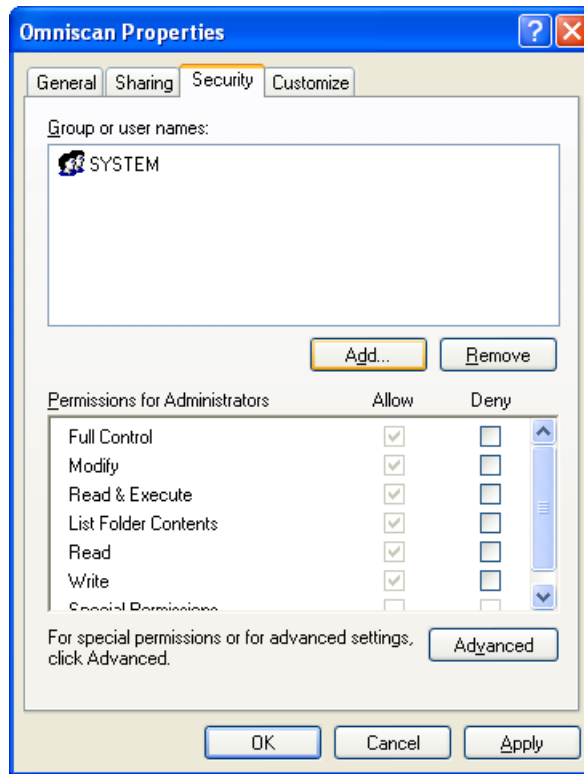

Рис. 7-18 Свойства OmniScan (Windows XP): Безопасность
12. В диалоговом окне **Omniscan Properties** (Свойства OmniScan) щелкните на вкладке **Security** (Безопасность), затем нажмите **Add** [Добавить] (см. Рис. 7-18 на стр. 219).